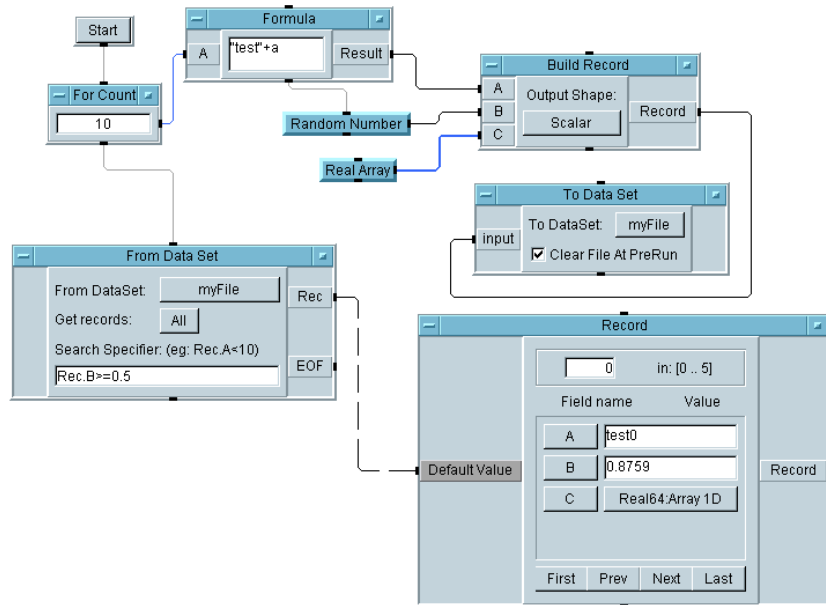

図 5-16. DataSet の検索
3. 式フィールド内の条件に一致するレコードが 1 つもない場合に起動する EOF ピンを追加します。From Data Set オブジェクトのデータ出力領域にカーソルを置き、Ctrl+A キーを押します。図 5-16 のように、From Data Set オブジェクトに EOF 出力ピンが追加されます。